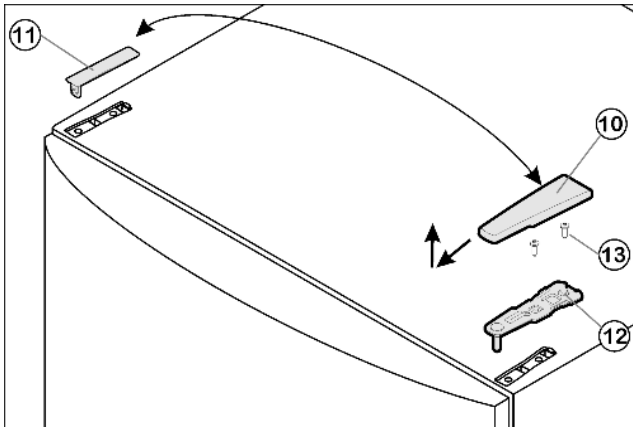

Fig. 4
- ▶ Крышку Fig. 4 (10) снимите движением вперед и вверх.
- ▶ Снимите крышку Fig. 4 (11).
- ▶ Открутите верхний опорный кронштейн Fig. 4 (12)(2 шт. Torx 25) Fig. 4 (13) и вытяните вверх.
- ▶ Установите верхний опорный кронштейн Fig. 4 (12) на новой стороне шарнира и защелкните в дверце.
- ▶ Прикрутите верхний опорный кронштейн *Fig. 4 (12)* (с моментом 4 Нм) (2 шт. Torx 25) *Fig. 4 (13)*. При необходимости проделайте отверстия или используйте аккумуляторную отвертку.
- ▶ Защёлкните крышку *Fig. 4 (10)* и крышку *Fig. 4 (11)* на противоположной стороне.